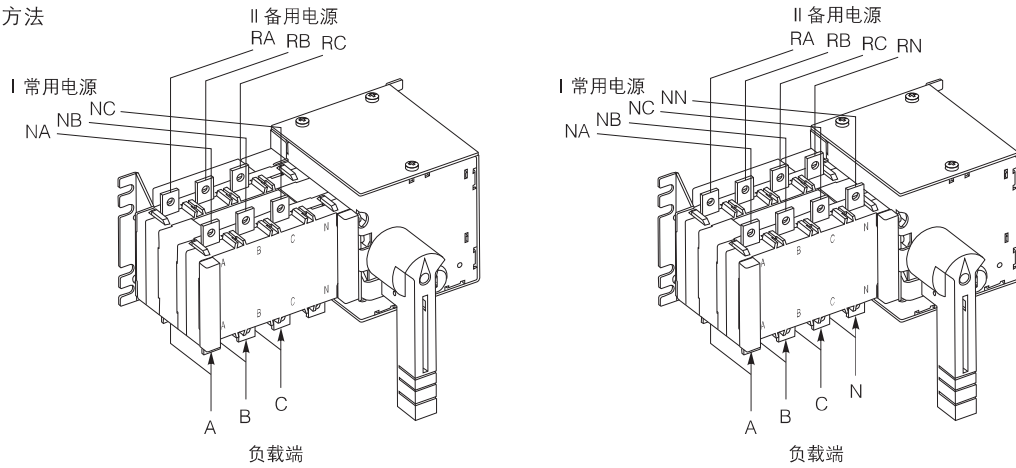
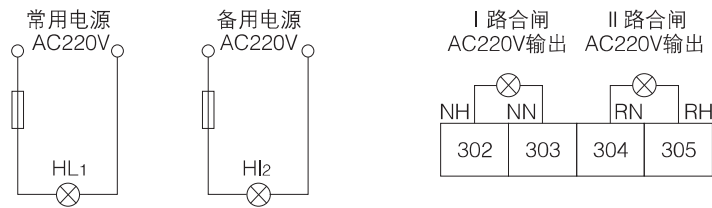

图3 3级和4级自动转换开关主电路接线示意图
图4 I型开关的控制电路及指示灯接线图
- 与开关连接的进出母线应根据使用电流的大小，按照GB 14048.1《低压开关设备和控制设备第1部分：总则》标准中表9的规定选用，按图3所示连接到开关的相应极上；控制电路的连接导线选用0.5mm²的软导线按图4~6所示连接开关的控制电路，指示灯电路用户可根据需要选择是否安装，发电信号输出的导线按电流大小选用；